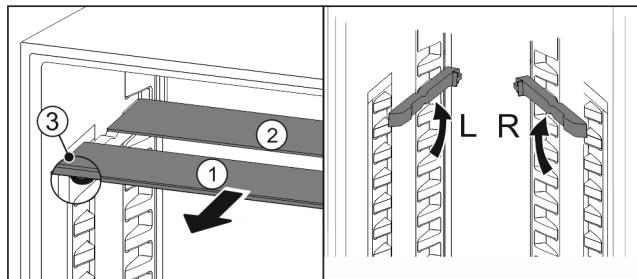

Fig. 131
- По одной извлеките Fig. 131 (1) стеклянные панели движением вперед.
- Стеклянная панель Fig. 131 (1) с декоративной планкой лежит спереди.
- Стопоры Fig. 131 (3) показывают вниз.